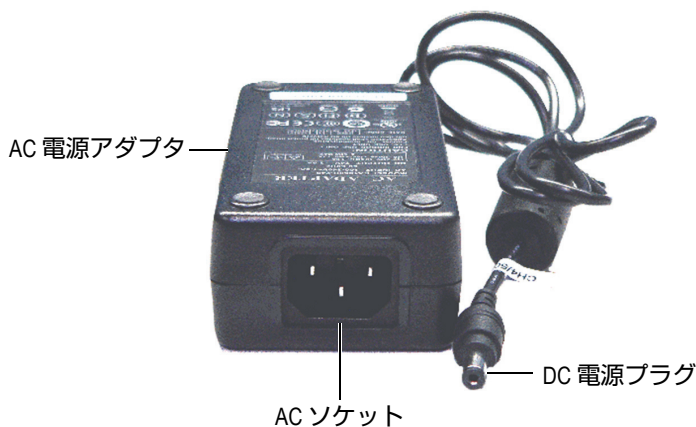

図 3-4 AC 電源アダプタ
2. AC 電源コードのもう一方の端を AC 電源アダプタの AC ソケットに挿入します (64 ページの図 3-4 参照)。